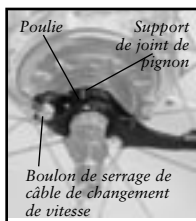

Figure 3.30 - Support de joint de pignon et poulie
- Sur un système Nexus 8 vitesses ou Nexus 4 vitesses avec la manette sur la 4ème vitesse, les lignes rouges de la poulie et le support de joint du pignon (figure 3.30) doivent s'aligner.
2. Alignez l'indicateur de la poulie de moyeu arrière sur le support de joint du pignon (figure 3.30).